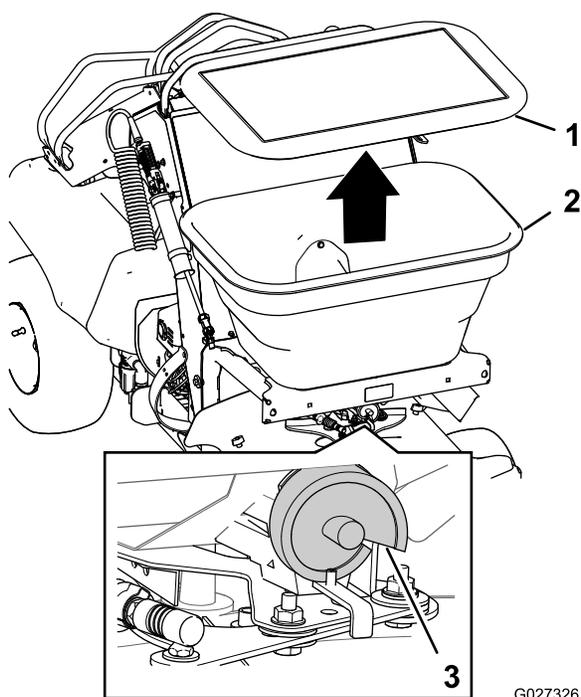

Figura 25
- Retire la tapa de la tolva, añada el material a esparcir y coloque la tapa en la tolva (Figura 25).
- Utilice la Tablas de esparcido (página 31) para determinar el ajuste de la leva del dosificador (Figura 25).